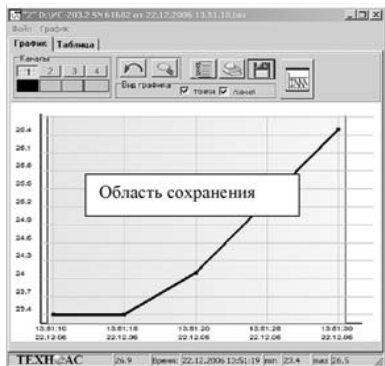

Рис.15
- **кнопка сохранение** - выводит диалоговое окно "сохранение", меняется режим графика (на графике отображается квадрат выделения ограниченной синей и красной линиями), во время сохранения графика невозможно его масштабирование (рис. 15, 16). Окно состоит из двух строк вывода (начало сохранения и конец сохранения) и двух кнопок (сохранить и сохранить все данные).